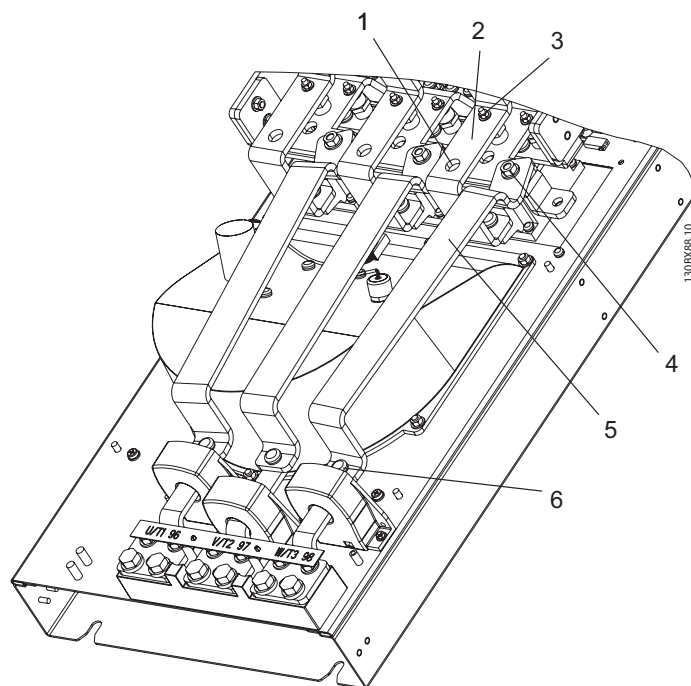

Abbildung 7.20: Lüfterbaugruppe (1 von 2)
2. Die 3 IGBT-Ausgangssammelschienen (siehe Abbildung 7.20) durch Abschrauben der 6 Haltemuttern (8 mm), eine von jedem Ende, der IGBT-Ausgangssammelschienen ausbauen. Die Sammelschienen ausbauen.